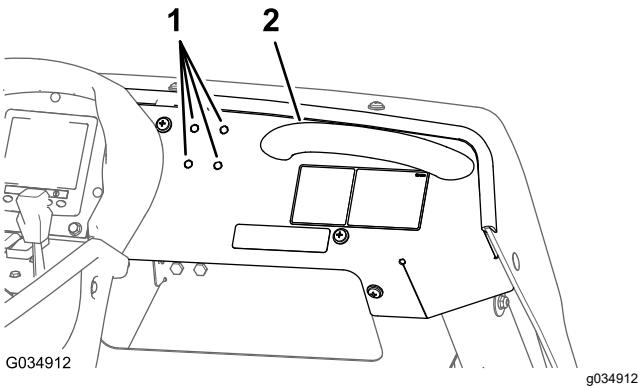

Рисунок 132
1. Найдите 4 заглушки выштамповки отверстий (1/4 дюйма) в приборной панели, расположенные слева от поручня (Рисунок 132).
2. Удалите 4 заглушки выштамповки из отверстий в приборной панели (Рисунок 132).